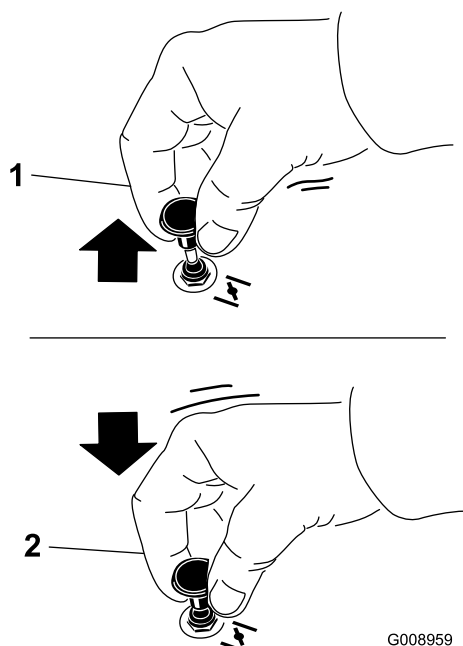

Figure 21
2. Tirez sur la commande de starter pour engager le starter avant d'utiliser le commutateur d'allumage (Figure 21).
3. Poussez sur la commande pour désengager le starter lorsque le moteur a démarré (Figure 21).